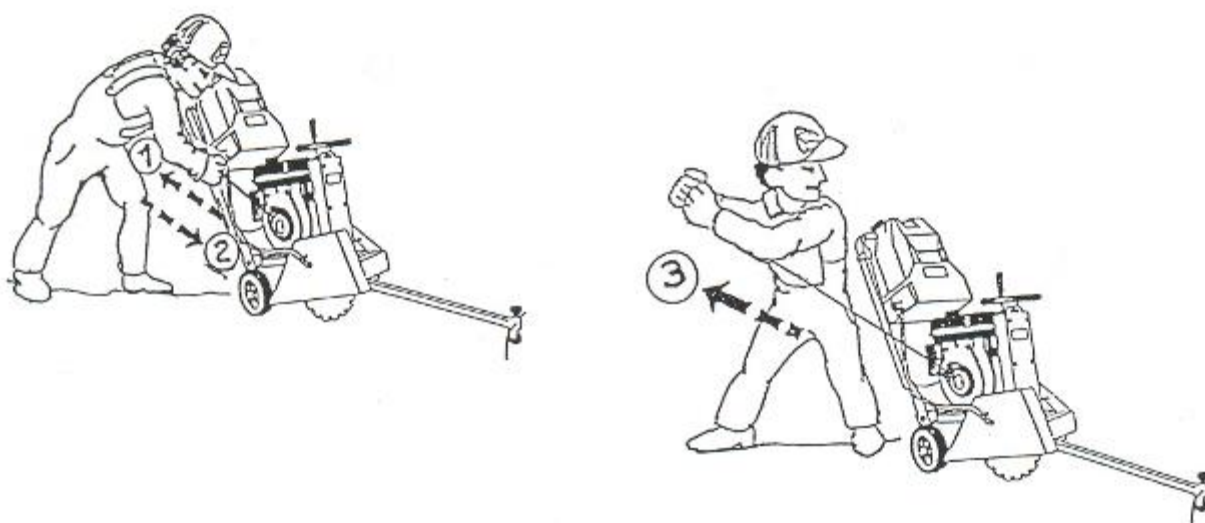

Figura 6-3
- Per l'avviamento dei motori a benzina o diesel, leggere e seguire le istruzioni sul libretto del motore. Procedere quindi come segue (vedi Figura 6-3):